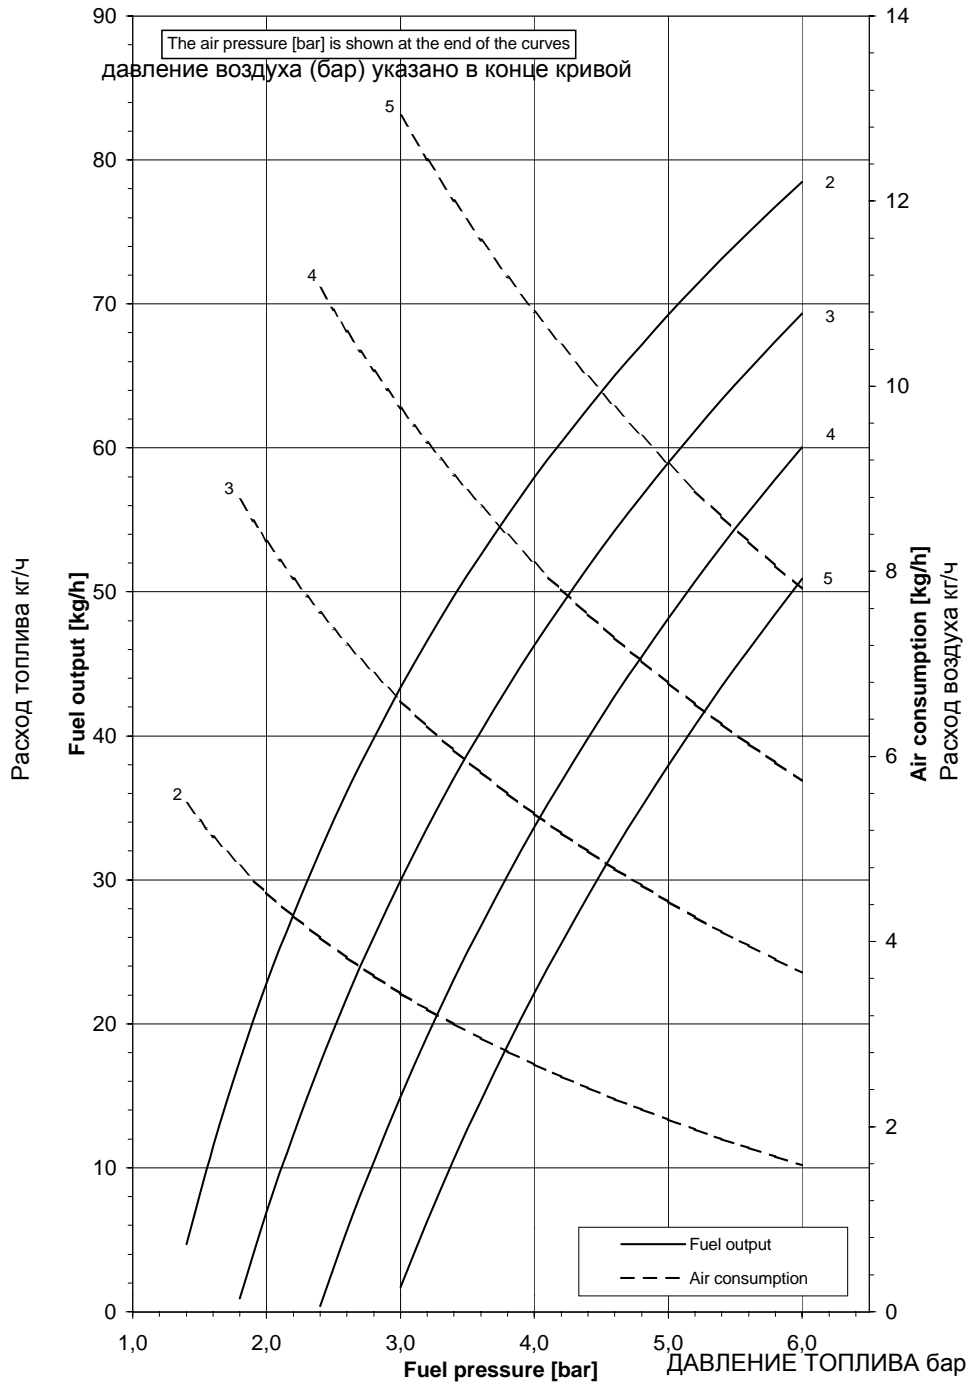

Рис. 17
- 17 Сместить кулачок III (малое пламя) в сторону минимальной мощности, с тем, чтобы сервопривод начал закрываться, до тех пор, пока два подшипничка не совместятся с регулировочным винтом, относящимся к самой низкой точке: закручивать винт **V** для увеличения расхода, откручивать - для уменьшения, с целью получения значения давления, как на графике на Рис. 17, на основании требуемого расхода.